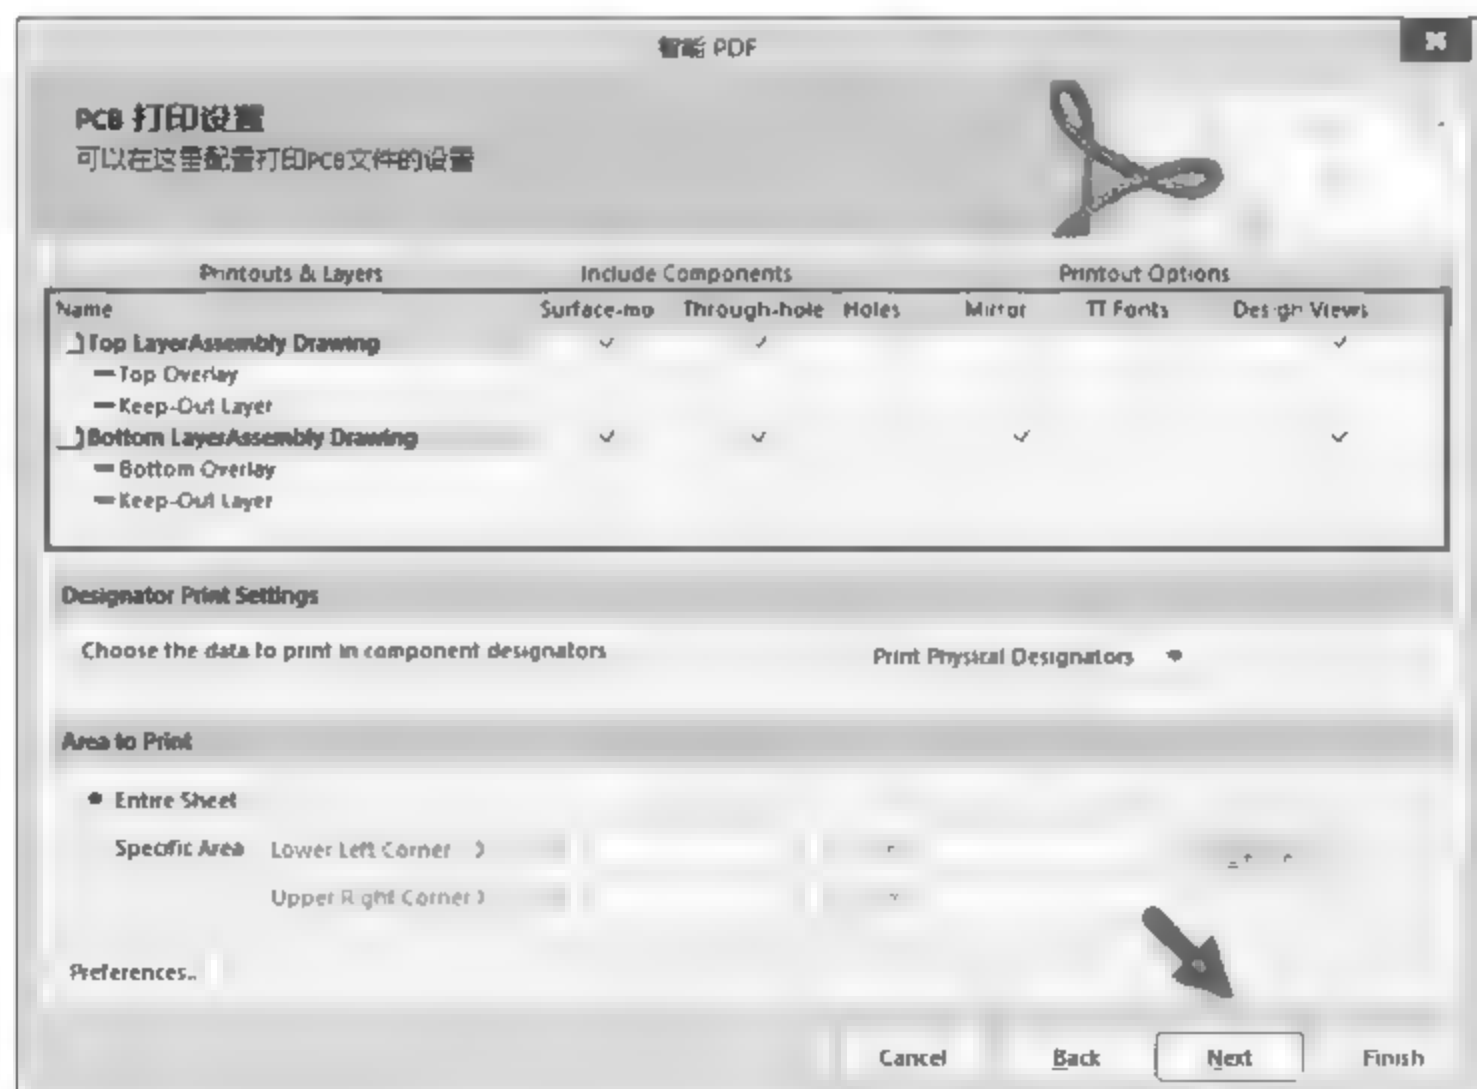

图 6-33 最终设置效果
(12) 最终的设置如图 6-33 所示。然后单击 Next 按钮。